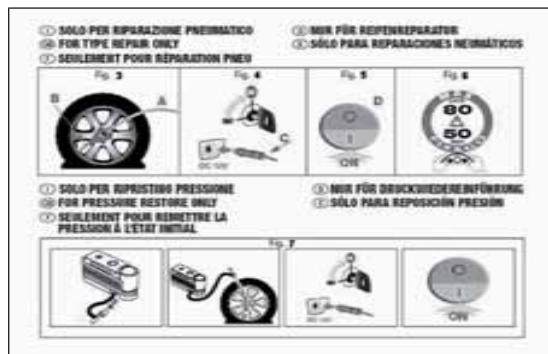

fig. 151
- ☐ pieghevole informativo fig. 151, utilizzato per un pronto uso corretto del kit di riparazione rapida e successivamente consegnato al personale che dovrà maneggiare il pneumatico trattato con il kit di riparazione pneumatici;